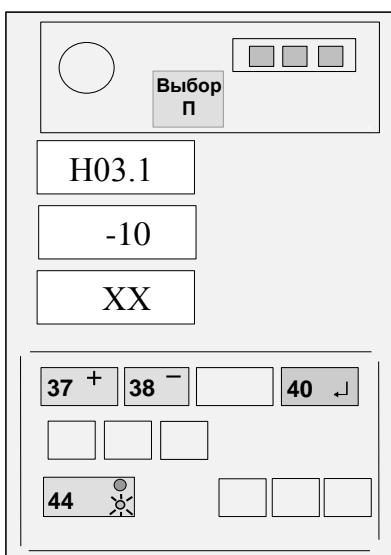

Рисунок 19 - Ввод температуры
Если величина измеренной температуры воздуха отличается от выдаваемой на средний ИЖЦ более, чем на 3 °C, нажатием кнопки 44 установить на верхнем ИЖЦ код "H03.1"(см. рисунок 19), а затем, нажимая кнопки "+" (37) и "-" (38), установить, контролируя по показаниям среднего ИЖЦ, значение температуры, равное показаниям термометра.